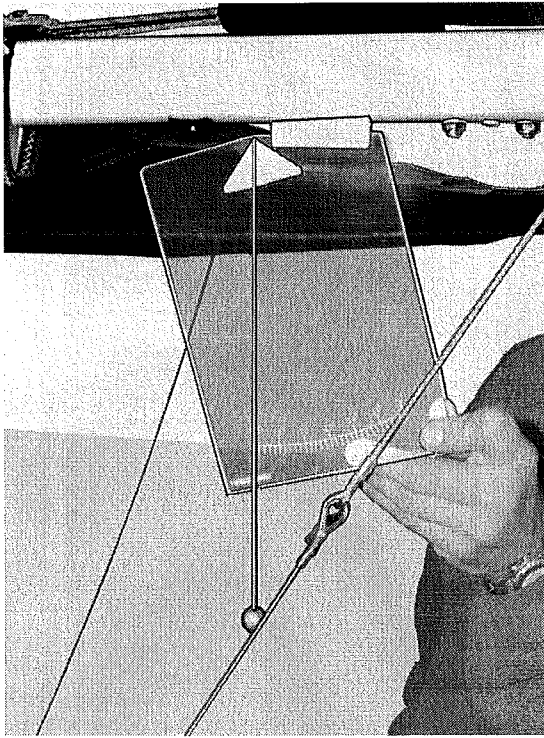

Abb.27
2. Benutzen Sie den Pellicciometer wie an der Abb.27 gezeigt wird um die Null Grad vom Kielrohr festzustellen. Fixieren Sie das Kielrohr in der Position mit Hilfe einer Stütze.